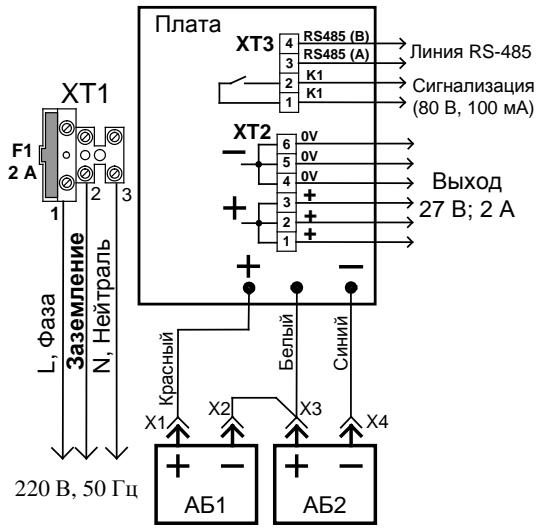

Рис. 3. Схема подключения
При подключении проводов внешнего питающего напряжения 220 В к сетевой колодке необходимо соблюдать правильность подключения «фаза», «нейтраль» и «заземление». Подключение цепей к РИП производить в соответствии с рис. 3.
2.3.1 Проверить правильность произведённого монтажа в соответствии со схемой подключения РИП-24 исп.51 (рис. 3).